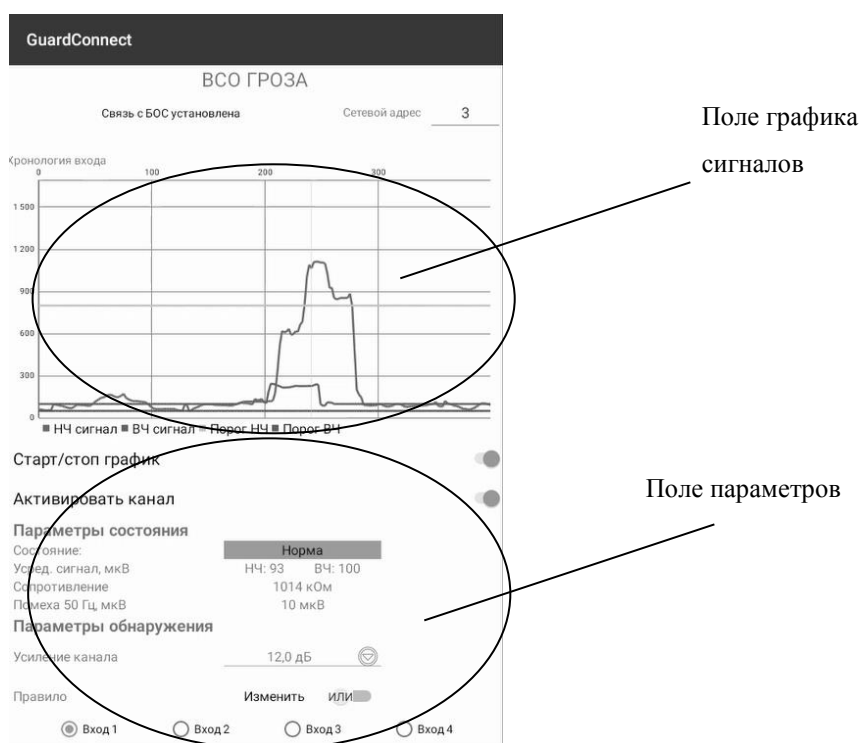

Рис. 8.4. Меню ВСО «ГРОЗА».
8.6.1 Общий вид меню и назначение параметров ВСО «ГРОЗА» в приложении «GuardConnect» представлены на рис. 8.4 и табл.8.3